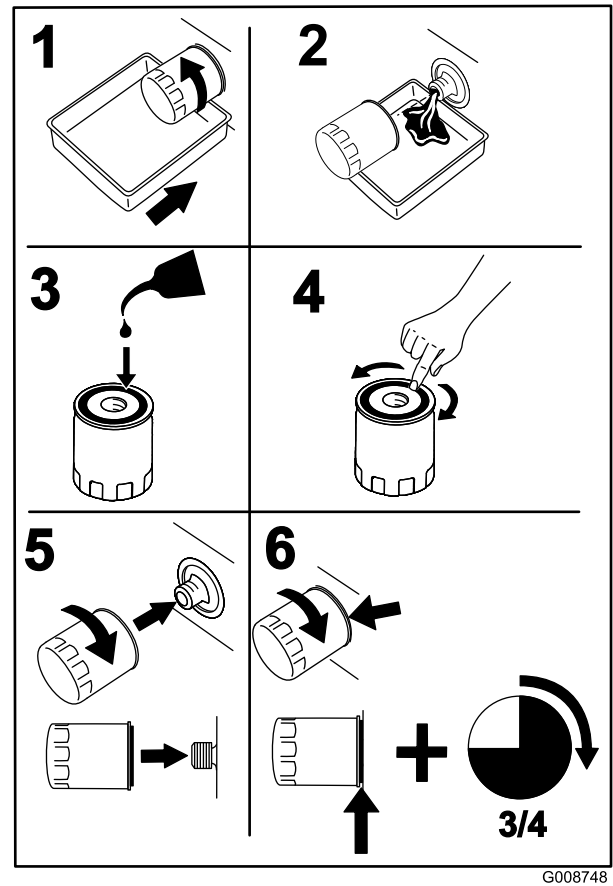

Figura 39
- Cambie el filtro de aceite del motor (Figura 39).